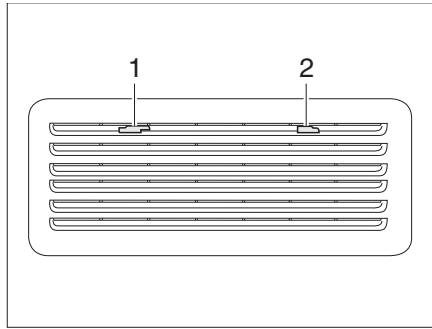

Fig. 320 Griglia di aerazione del frigorifero (Thetford)
- Spingere verso il centro l'arresto (Fig. 320,1).